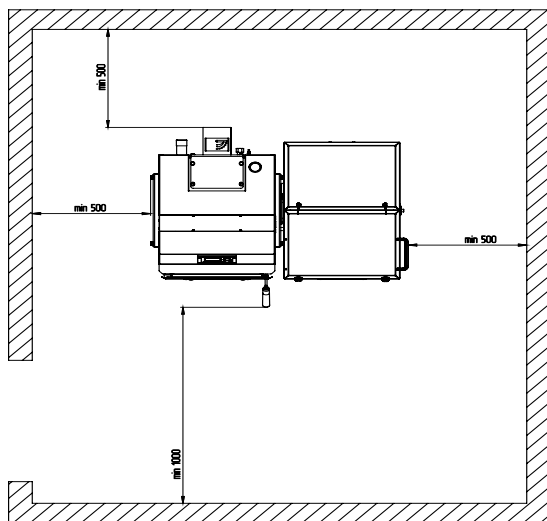

Рис.7 Расположение котла в помещении котельной
6.1.11. Расположение котла в помещении с учетом необходимого для обслуживания пространства показано на (рис.7).